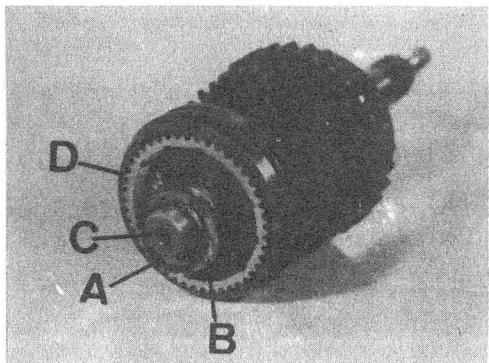

Fig. C1-120 Conjunto eje principal
1.2. Desmontar el anillo elástico, A (Fig. C1-120) y las arandelas de ajuste, B, del eje principal, C.
1.3. Extraer el conjunto sincronizador, D (Fig. C1-120) de 3a y 4a velocidad, teniendo la precaución de que éste no se descomponga al extraerlo.